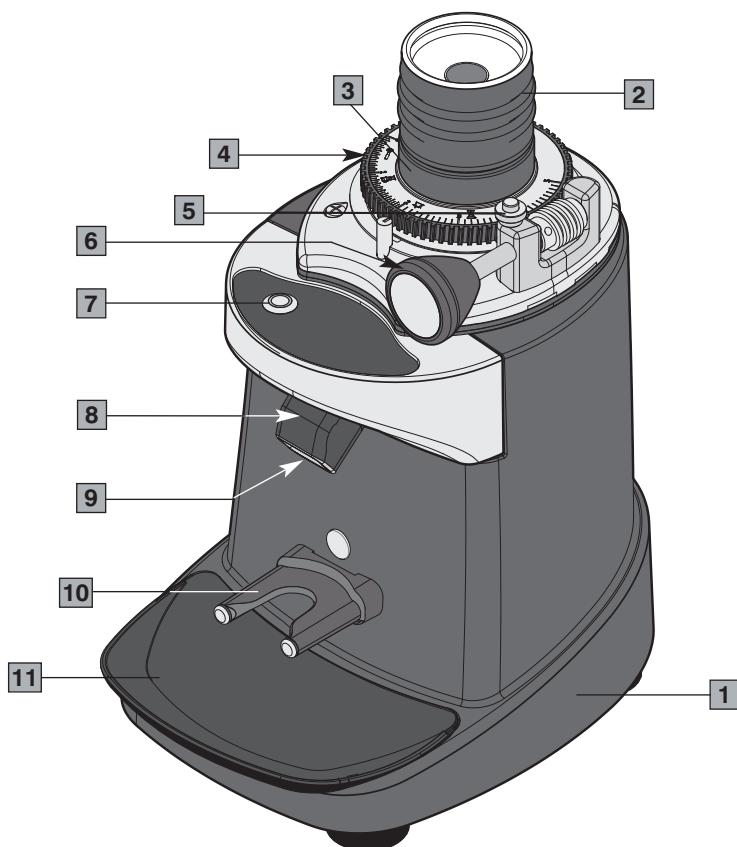
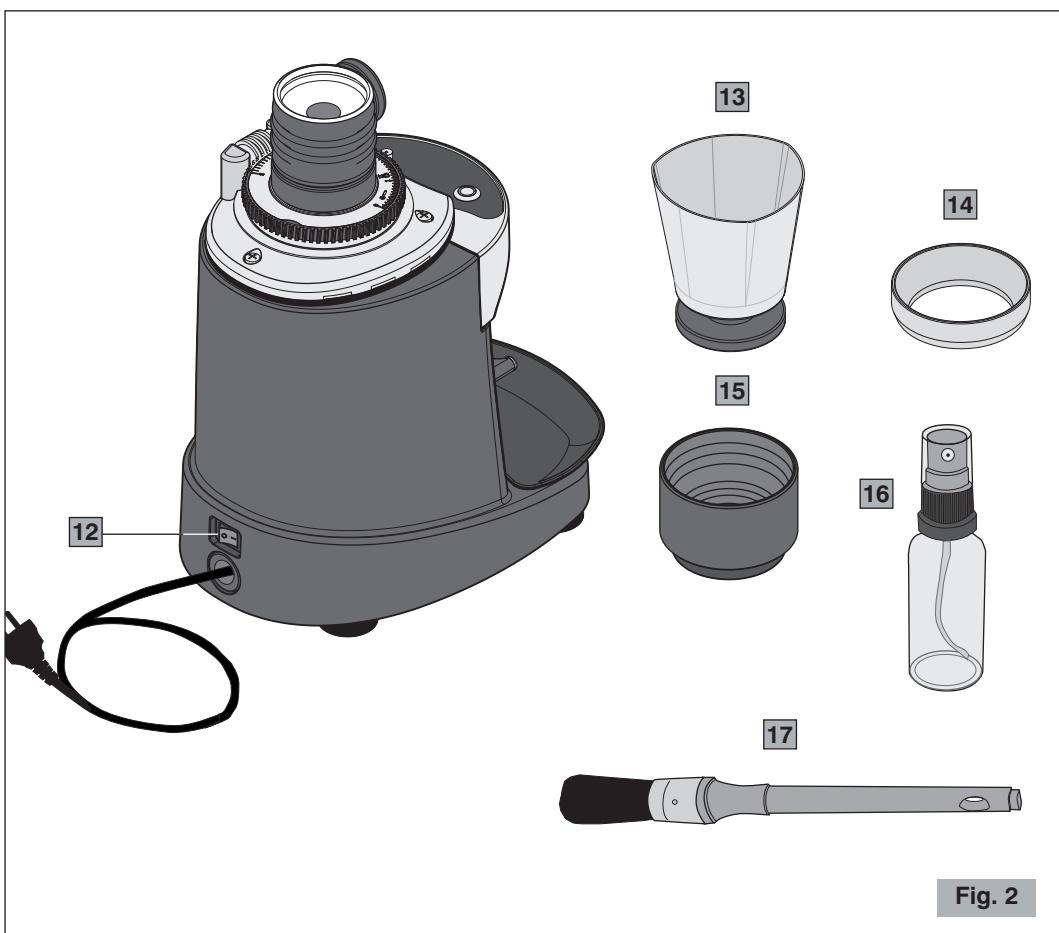
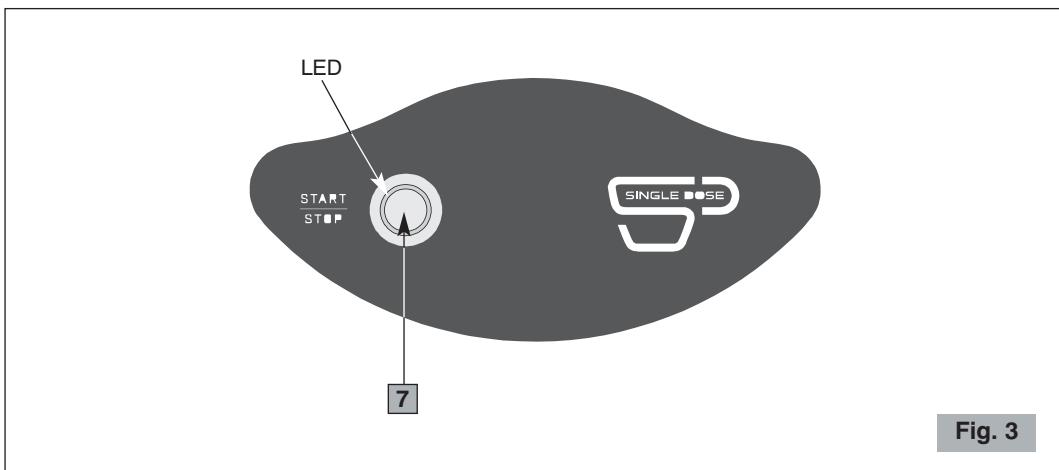
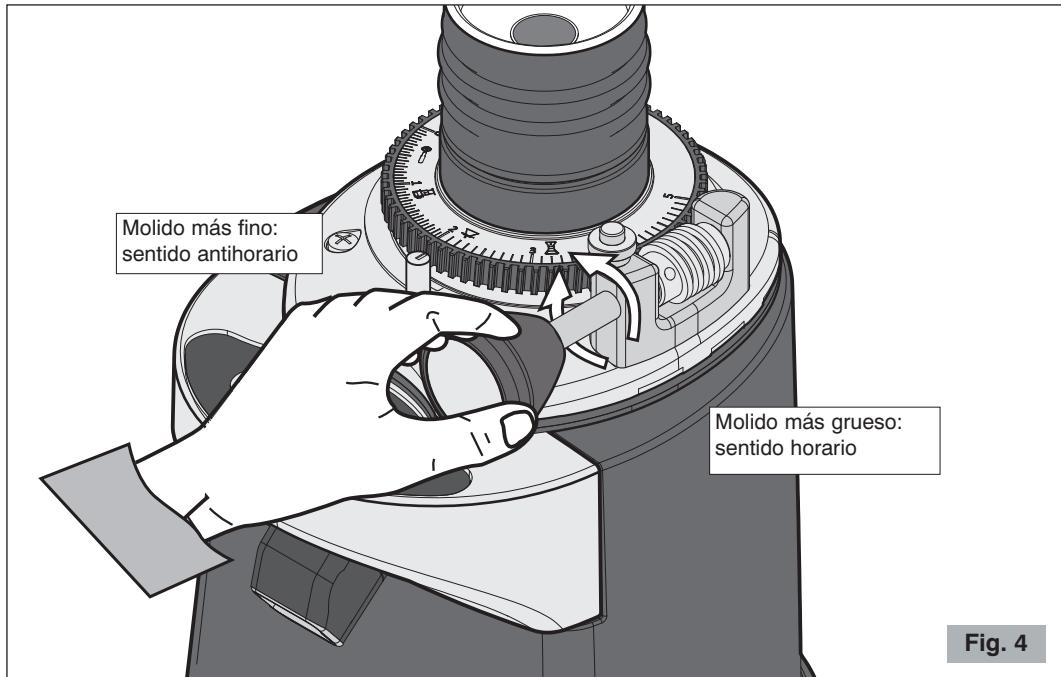

Fig. 1
Fig. 2
Fig. 3
Fig. 4
Der Motor ist blockiert.	<ul style="list-style-type: none"> <li>• Wenn sich aufgrund einer falschen Mahleinstellung bzw. bei Anwesenheit eines Fremdkörpers in den Mahlscheiben der Motor blockieren sollte, muss die Korngröße bis aufs Maximum erweitert werden, indem der entsprechende Einstellring zum Mahlen im Uhrzeigersinn betätigt wird (4 Abb. 1). Andernfalls muss das Gerät ausgeschaltet, der Stecker von der Steckdose entfernt und ein technisch ausgebildetes Personal zu Rate gezogen werden.</li> </ul>
### Componentes principales (Fig. 1, Fig. 2, Fig. 3)
- !** Antes de conectar el enchufe a la toma de corriente, controlar que el interruptor ON-OFF (12 Fig. 2) esté en posición "O" de apagado.
- 1** Colocar el interruptor ON-OFF en la posición "I" (12 Fig. 2).
- 2** Preparar la cantidad deseada de café a moler dentro del mezclador (15 Fig. 2).
- 3** Colocar la copa porta-filtro sobre la horquilla (10 Fig. 1) (con o sin el embudo suministrado 14 Fig. 2). Si se desea echar el café en el contenedor suministrado, introducirlo con su base en la horquilla.
- 4** Encender el motor con el botón de arranque/parada (7 Fig. 1).
- 5** Para reducir la electricidad estática (presente sobre todo en algunos tipos de café) rociar 2-3 veces agua pulverizada con la botella spray suministrada en dotación (16 Fig. 2) sobre los granos preparados para el molido.
- 6** Echar la cantidad deseada de café en grano en la embocadura del fuelle (2 Fig. 1). Si el led del botón (7 Fig. 1) inicia a parpadear y nos damos cuenta de que el tiempo restante no será suficiente para moler todo el café, volver a pulsar el botón de arranque/parada.
- 7** Cuando el café en grano esté completamente molido, golpear el fuelle (2 Fig. 1) con la palma de la mano, asegurándose de cubrir completamente la embocadura, para desprender todo el café molido.
- 8** Quitar la cobertura de la boca de descarga (8 Fig. 1) y desprender el café molido restante con el pincel suministrado en dotación (17 Fig. 2).
### Funciones del botón de arranque/parada y tiempo de molido (7 Fig. 1)
Otra corrección del grado de molido se puede efectuar girando la perilla de regulación del molido (6 Fig. 1) (véase Fig. 4).